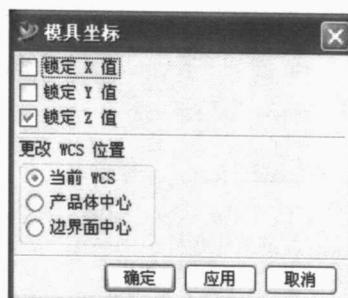

图 1-5 模具坐标对话框
- ① 在工具栏上单击“模具坐标系”按钮，弹出模具坐标对话框，如图 1-5 所示。